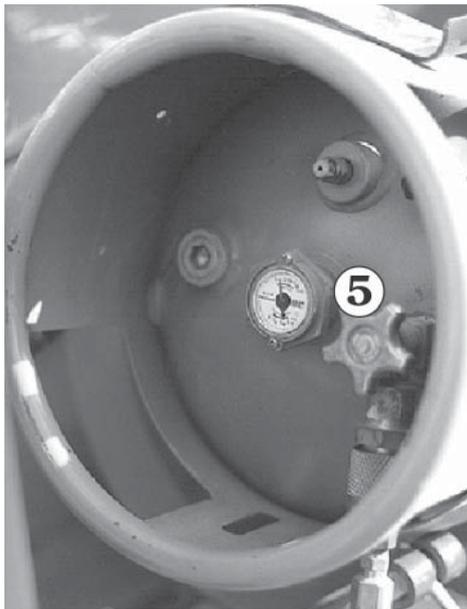

Abb. 10.8
3. **(Option – LPG) Für Maschinen mit LPG-System:** Das Ventil ⑤ (siehe Abb. 10.8) am Flüssiggasbehälter schließen (ganz hineindrehen).